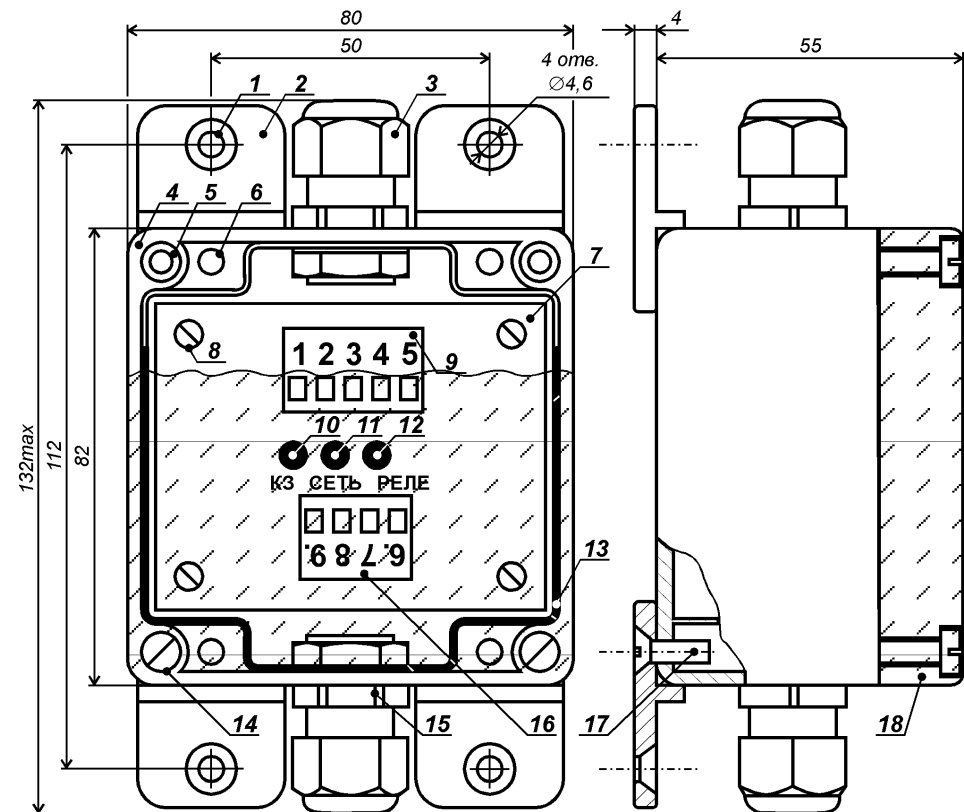

Рис. 1. Конструкция адаптера АСД-01.
Конструкция адаптера показана на рис. 1. АСД-01 размещён в пластмассовом корпусе [поз. 4], который закрыт прозрачной крышкой [поз. 18] через уплотнитель [поз. 13] четырьмя винтами [поз. 14]. Винты вворачиваются в резьбовые втулки [поз. 5], запрессованные в стенках корпуса.
При коротком замыкании в линии питания датчика (между клеммами 6 и 9) либо при превышении датчиком максимально-допустимого тока потребления (70 мА) срабатывает встроенная в адаптер схема электронной защиты. В этом случае на адаптере загорается светодиод «КЗ» [поз. 10 на рис. 1] и с датчика снимается питающее напряжение. Для возврата адаптера в исходное состояние необходимо, устранив причину перегрузки, кратковременно снять с него сетевое напряжение.
- при работе адаптера не допускается прикосновение к токоведущим частям, на которых присутствует высокое напряжение: к клеммам 1 – 5 и подведённым к ним проводам, а также к контактным площадкам на печатной плате [поз. 7 на рис. 1];
Адаптер крепится четырьмя винтами М4 или саморезами диаметром до 4,5 мм, которые вворачиваются в установочные отверстия [поз. 1 на рис. 1].